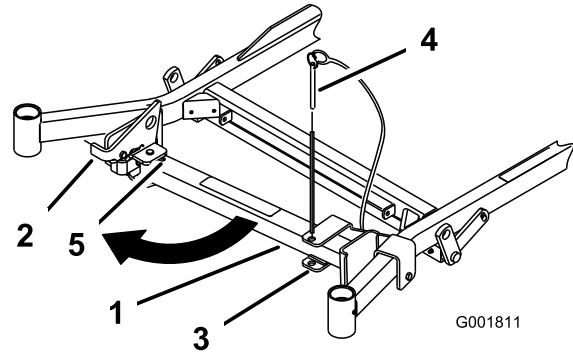
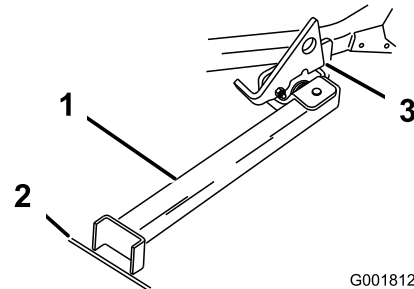

Bild 24
Bild 25
2. Nehmen Sie den Halterungsstift ab (Bild 24).
3. Heben Sie den Riegel an. Drehen Sie den Ständerfuß nach vorne heraus und schieben Sie den Ständer zur Maschine in den unteren Schlitz (Bild 24 und Bild 25).
4. Stellen Sie den Fuß auf den Boden und lassen Sie den Riegel auf der Drehlasche aufliegen (Bild 25).
Hinweis: Stellen Sie den Ständerfuß am besten in Risse auf Gehwegen oder in der Rasenfläche (Bild 25).
6. Fahren Sie auf den Stand auf. Halten Sie an, wenn der Riegel über die Lasche in die arretierte Stellung einrastet (Bild 25). Stellen Sie nach dem Auffahren auf den Stand die Feststellbremse fest und stellen Sie den Motor aus.
5. Stellen Sie den Ständer wieder in die Ruhestellung (Bild 24).